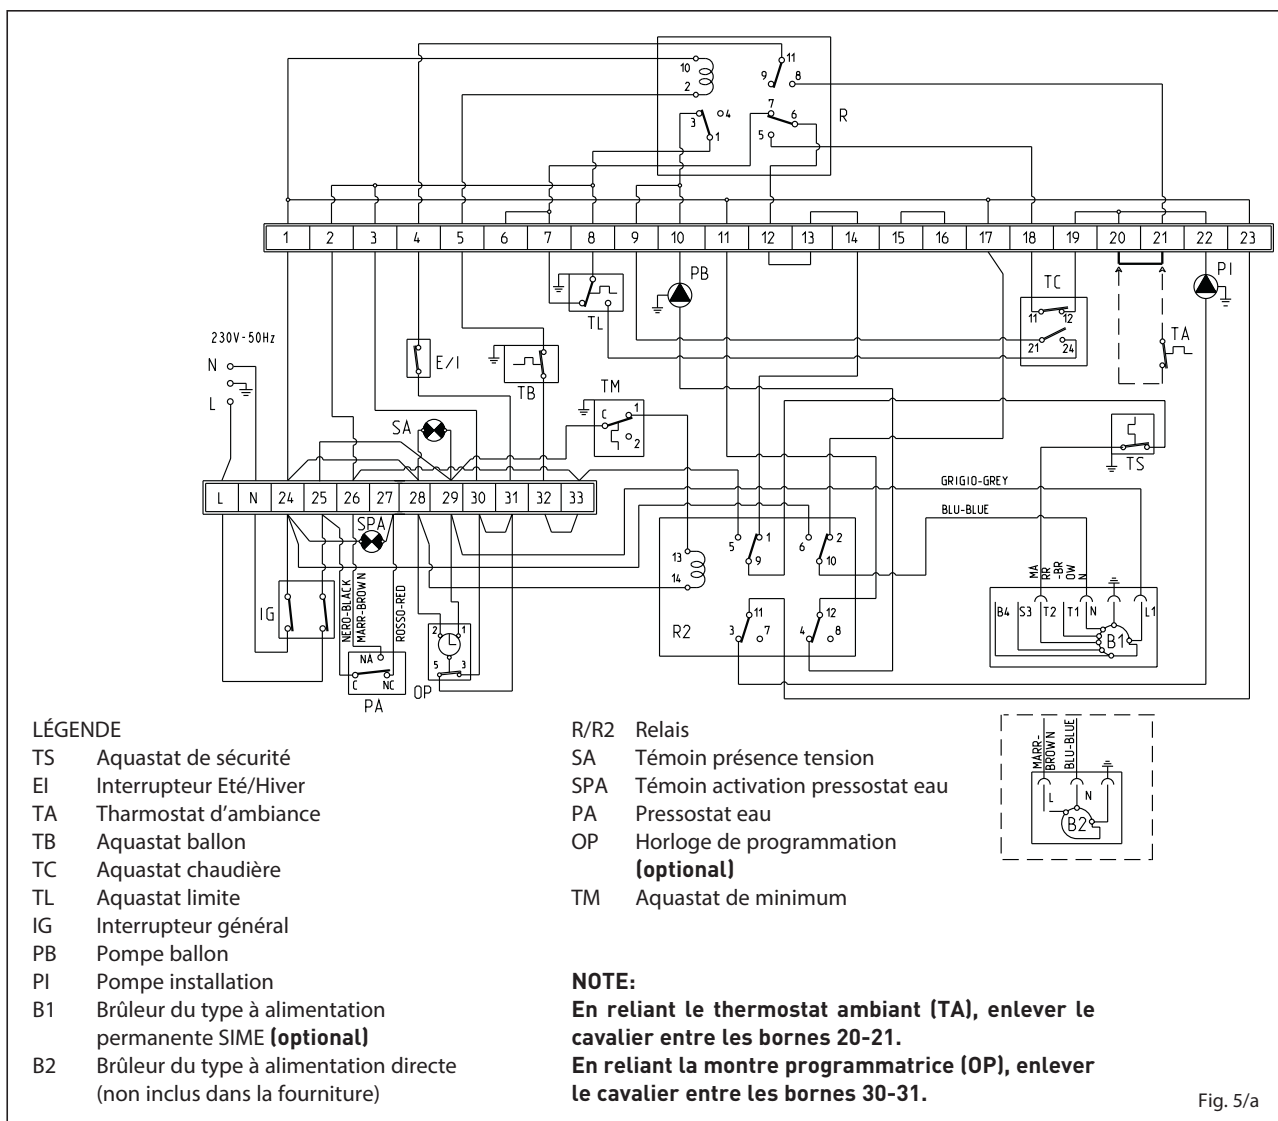

Fig. 5/a
2.5 BRANCHEMENT ÉVACUATION CONDENSATION (fig. 5)
2.6 BRANCHEMENT ELECTRIQUE (fig. 5/a)
La chaudière est munie d'un câble électrique de alimentation et doit être alimentée avec une tension monophasé de 230V - 50Hz par l'intermédiaire d'un interrupteur général protégé par des fusibles. Le thermostat d'ambiance, nécessaire pour obtenir une meilleure régulation de la température, devra être relié comme indiqué sur les schémas (fig. 5/a). Raccorder ensuite le câble d'alimentation du brûleur et